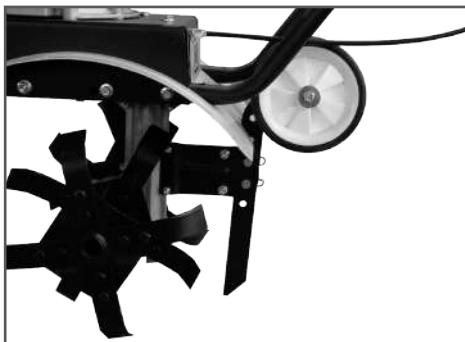

Рис. 16. Установка сошника в рабочее положение
2. Установите сошник с транспортировочными колесами в рабочее положение (Рис. 16).